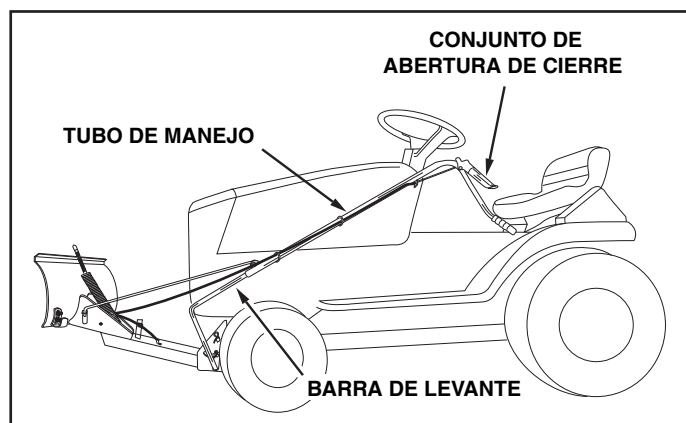

FIGURA 22
- Levante la cuchilla a posición de transporte. Para abrir el cierre de la cuchilla, presione contra el tubo de manejo la palanca de abertura de cierre. Para girar la cuchilla, mantenga la palanca deprimida y presione hacia el frente o tire hacia atrás el tubo de manejo, deslizándolo a lo largo de la barra de levante. Suelte la palanca para fijar la cuchilla en posición de centro, mano derecha o mano izquierda. Vea la Figura 22.